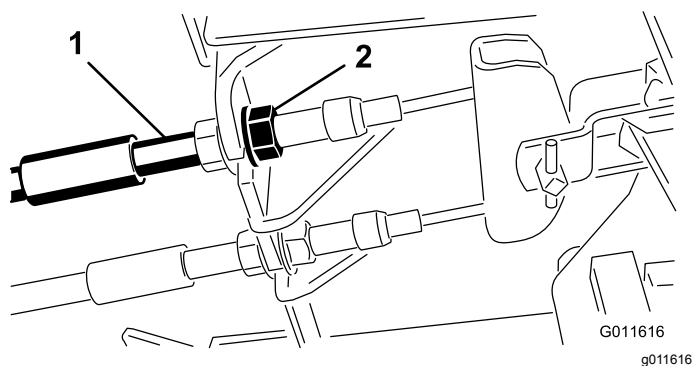

Figura 97
1. Para reduzir a folga dos pedais dos travões, aperte os travões desapertando a porca dianteira que se encontra na extremidade roscada do cabo dos travões (Figura 97).